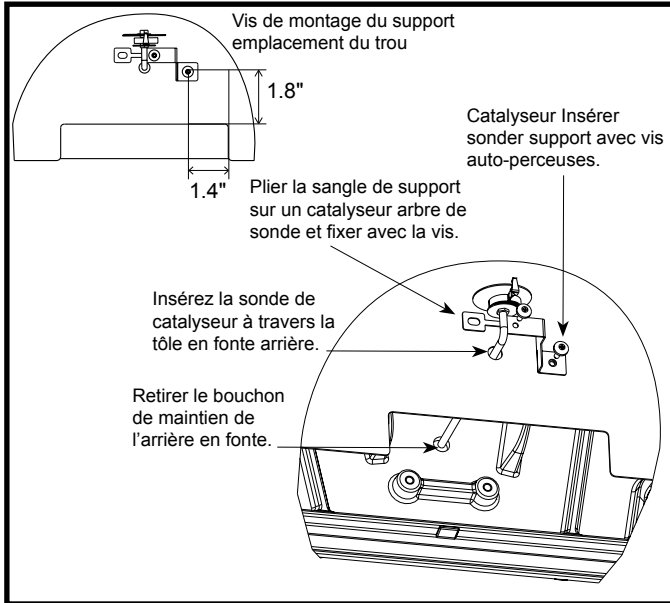

Fig. 24 Fixez la sonde de température
Si vous possédez l'ensemble de soufflante optionnel, vous pouvez décider d'ajuster le déflecteur d'air afin qu'il souffle la chaleur au-dessus sur le poêle. (Fig. 24) Desserrez les deux (2) vis qui se trouve de chaque côté et soulever ou rabaisser le déflecteur. Une fois l'ajustement effectué, resserré les vis.
Pour installer la sonde de température du catalyseur, retirez le bouchon du trou de la paroi en fonte derrière le bouclier arrière, comme indiqué (Fig. 24) utiliser deux vis # 10 tôlerie et du support fournis, fixer le support et la sonde à l'arrière de votre poêle. (Fig. 24)